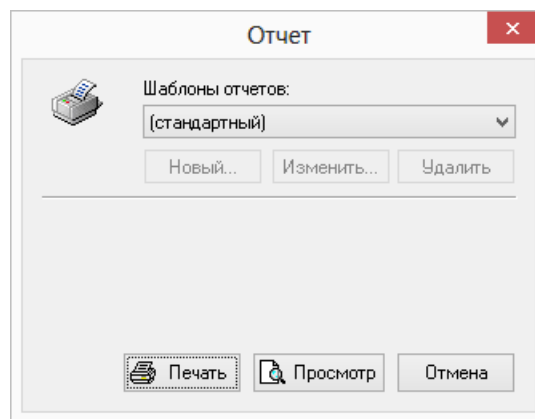

Рисунок 16.20. Диалог создания отчета
2. Нажмите кнопку . Появится диалог создания отчета. (смотрите Рисунок 16.20, «Диалог создания отчета»).